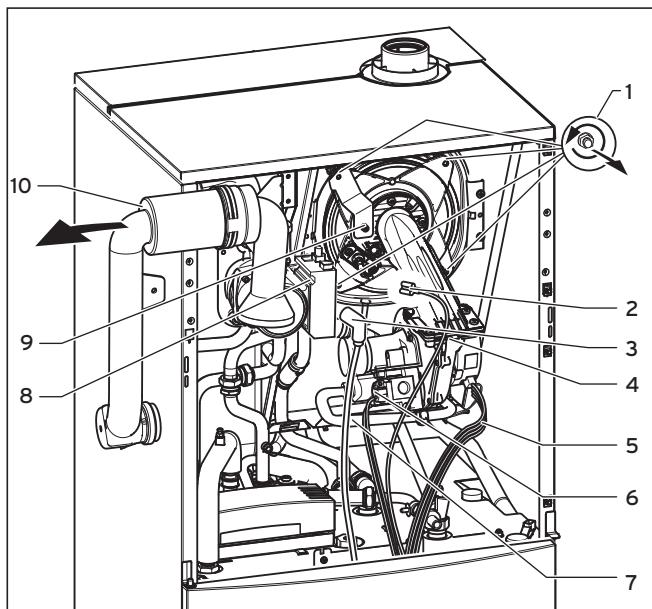

Fig. 8.2 Démontage du module brûleur
Légende (fig. 8.2) :
- Débranchez la conduite de gaz (7).
- Retirez les quatre écrous (1), voir Fig. 8.2.
- Débranchez le module du brûleur (4) de l'échangeur thermique à condensation intégral (8), se reporter à la Fig. 8.2.